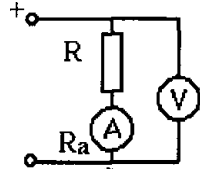

Рис.1.1.
В схеме на рис.1.1 вольтметр измеряет суммарное напряжение на резисторе и амперметре
Схема, приведенная на рис.1.1, может быть использована, если $I_R \gg I_v$ и, как следует из (1.3), (1.4), (1.5), для этого случая выполняется соотношение:
2. Соберите электрическую цепь по схеме рис.1.1. Проверьте ее.
4. Какую из схем (см. рис. 1.1 и 1.2) для измерения сопротивления R нужно выбрать, если известно, что это сопротивление велико (порядка или больше R_v)? Мало (меньше R_a)?